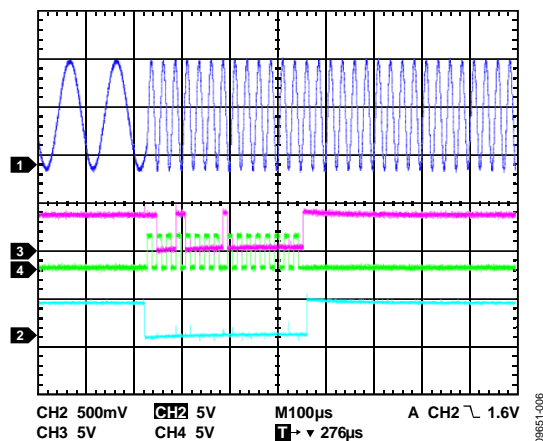

図 6. FREQ1 出力を 10 kHz から 40 kHz へ変更する
- 0x9000—同期したデータで出力にラッチする。この場合、再びコマンド・ビット C15、C14 = [1:0] を使用して SELSRC ビットを 1 に設定。デバイスは単純に SYNC エッジの立下りでデータをラッチします。(図 6 を参照)